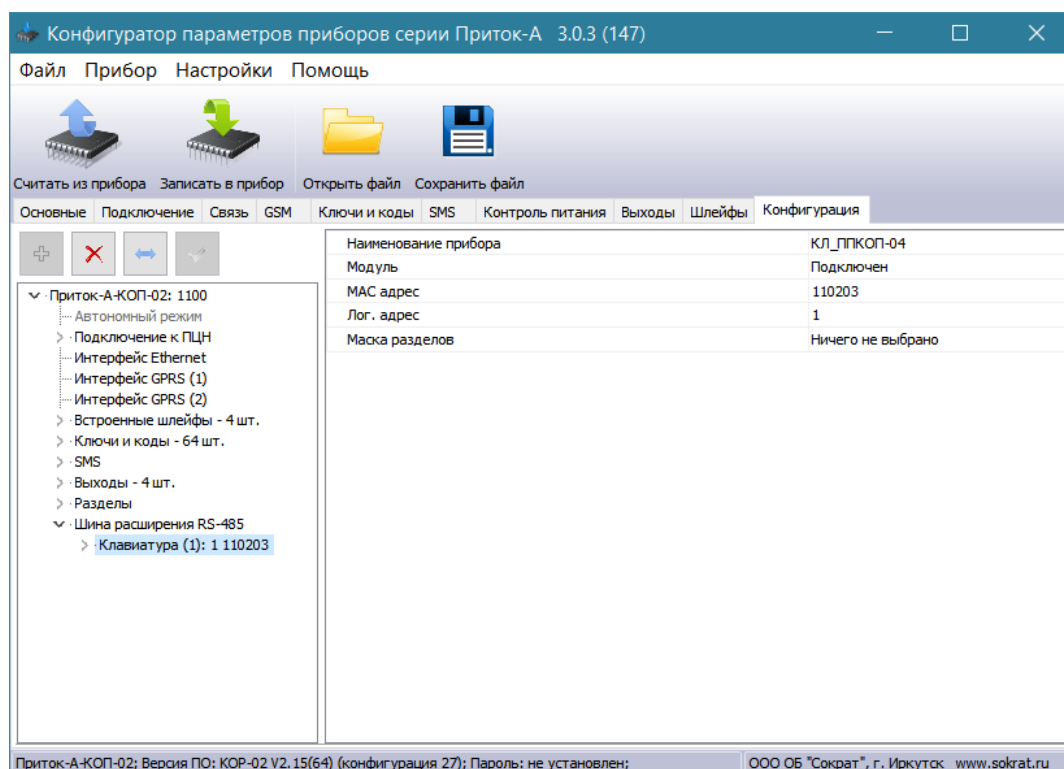

Рисунок 8 – Вкладка «Параметры»
10. Выделить курсором добавленную «Клавиатуру» и в появившемся окне «Параметры» (см. Рисунок 8) заполнить следующие поля: